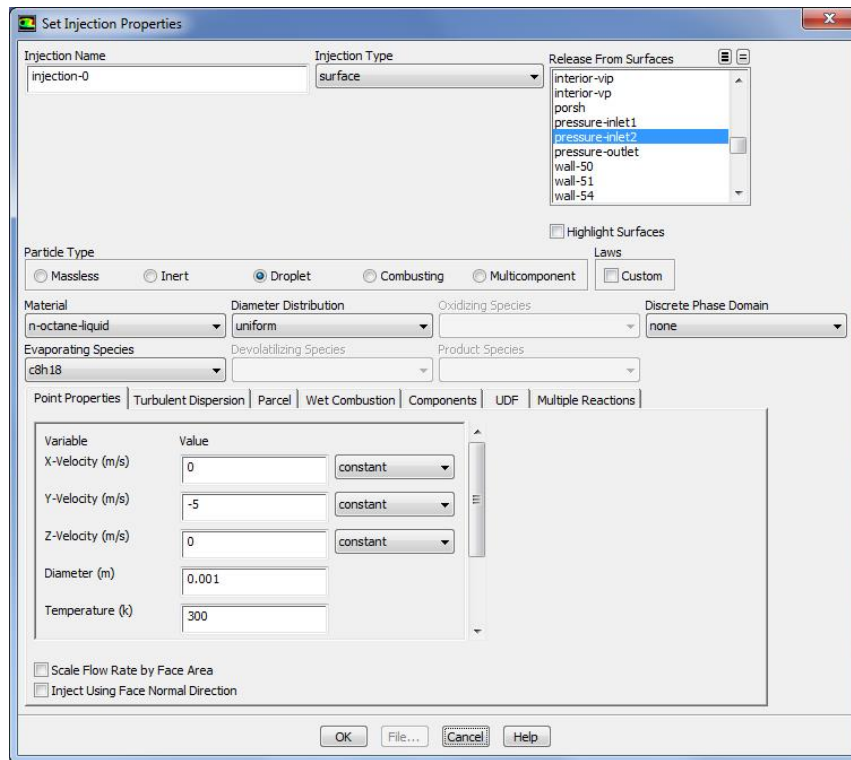

Рисунок 1.33 – Меню свойств впрыска топлива (*Set Injection Properties*)
1. В окне *Injections* выбирается команда создать (*Create*). При этом открывается окно свойств процесса впрыска топлива *Set Injection Properties* (рисунок 1.33).